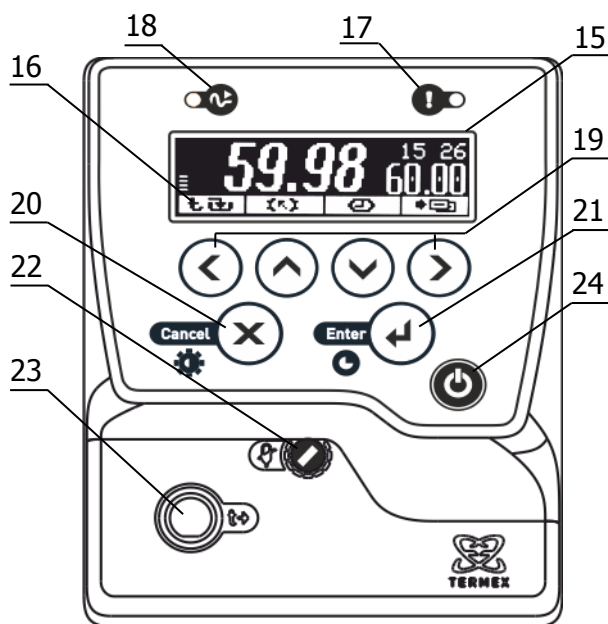

Рисунок 2 – Лицевая панель
Система безопасности блока регулирования отключает двигатель насоса и нагреватель при срабатывании хотя бы одной из защит или неисправности датчика температуры (1.2.13). При срабатывании системы безопасности раздается звуковой сигнал, загорается индикатор 17 (рисунок 2) и на дисплей 15 выводится информация о причине неисправности.
2.3.1 После подключения сетевого кабеля к электрической сети блок регулирования переходит в режим ожидания. Подключение сопровождается кратковременной подсветкой дисплея 15 (рисунок 2).
2.3.6 Для регулировки яркости подсветки или контраста дисплея нажать кнопку 20 (X), выбрать изменяемый параметр кнопками (▲) и (▼) и установить его значение кнопками (◀) и (▶). Зафиксировать изменение нажатием кнопки 21 (↔) (рисунок 2).
2.6.3 При срабатывании защиты раздается звуковой сигнал и загорается красный индикатор срабатывания системы безопасности 17 (рисунок 2). Работа насоса и нагревателя будет заблокирована. На дисплее отобразится текущее состояние системы защит.
2.6.5 После устранения причины срабатывания защиты или ее отключения кнопкой (▶) индикатор 17 (рисунок 2) погаснет. Перевести блок регулирования в рабочий режим нажатием кнопки 21 (←).
2.7.3 Температура срабатывания защиты от перегрева теплоносителя устанавливается вращением регулятора 22 (рисунок 2). Для изменения положения регулятора используйте подходящий инструмент, например, часовую отвертку.
2.7.4 Для точной установки температуры срабатывания защиты (рисунок 2):